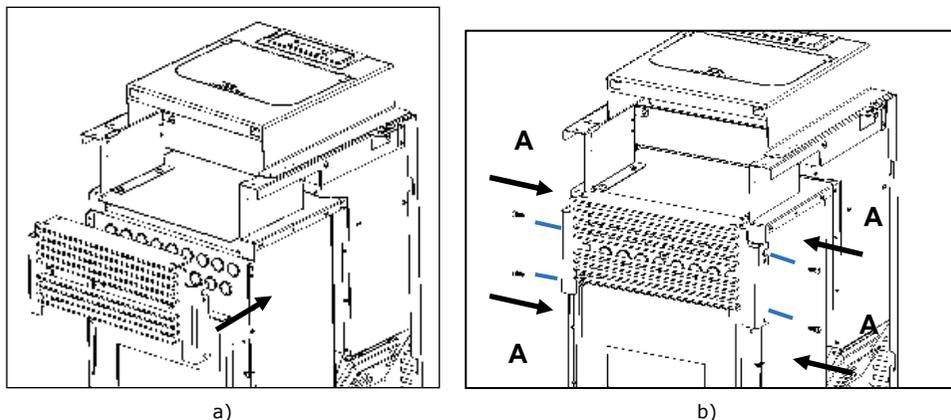

Figura 56– Serraggio della griglia anteriore
i) Montare e serrare la griglia anteriore 1 del kit, utilizzando le quattro viti A (M5x12 DIN 912), come mostrato in Figura 56.